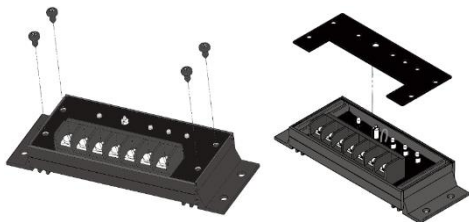

図 3.2 表面プレートの取りはずし
1. SunSaver の表面にある 4 つのねじを取りはずしてください。(図 3.2 参照)
2. SunSaver の表面プレートを丁寧に取りはずしてください。時折、樹脂が表面プレートにしっかりと付いていることがあります。小さいマイナスドライバーを使用して SunSaver 本体から表面プレートを取りはずしてください。(図 3.2 参照)